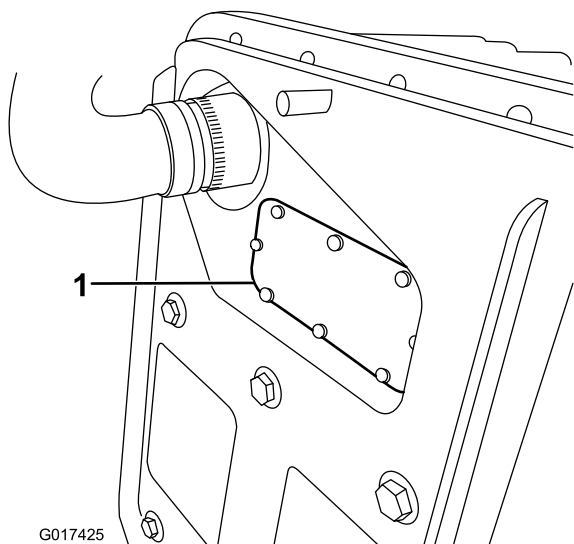

Bild 43
- B. Entfernen Sie die Sicherungsabdeckung (Bild 43).